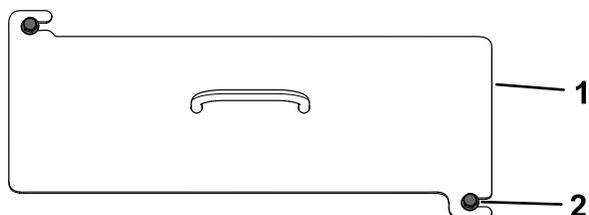

Рисунок 43
2. Ослабьте затяжку 2 болтов крепления передней крышки к машине (Рисунок 43).